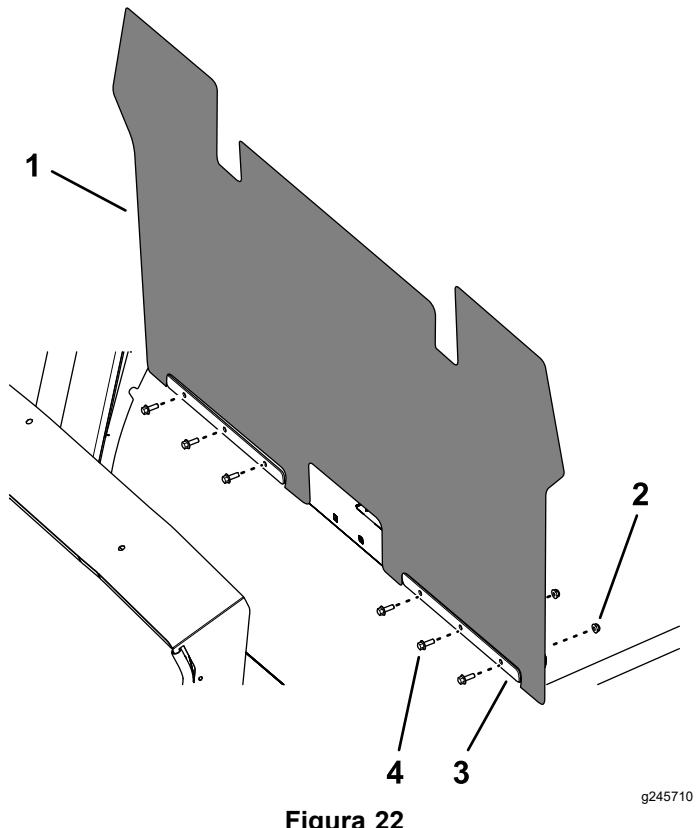

Figura 22
2. Instale o guarda-lamas interior e as correias dos guarda-lamas utilizando 6 parafusos de cabeça sextavada (1/4 pol. x 3/4 pol.) e 6 porcas flangeadas (1/4 pol.), como se mostra na Figura 22.